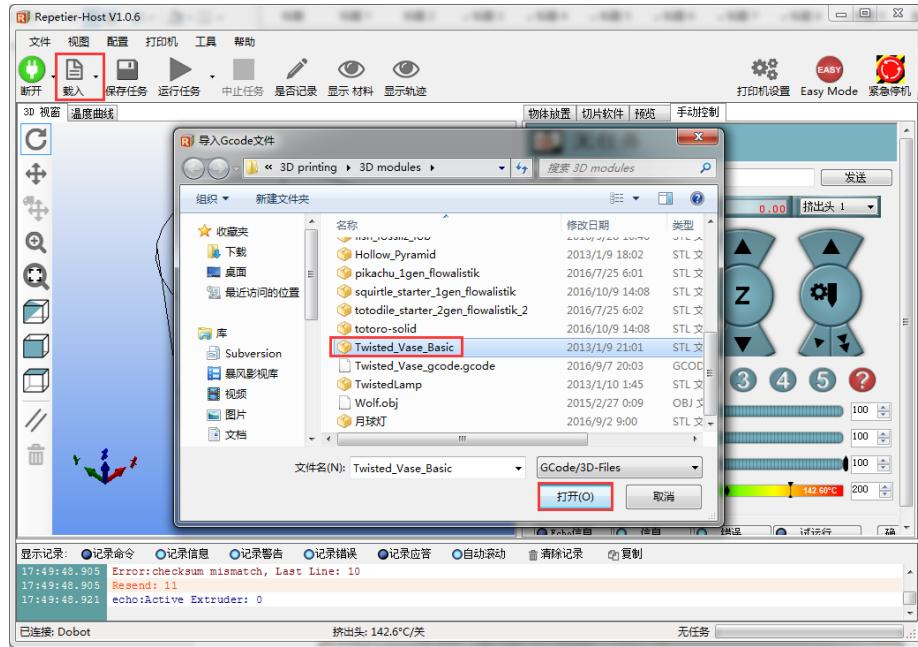

图 5.132 导入 3D 模型
**步骤 5** 单击“载入”，导入已准备的3D模型，如图 5.132所示。